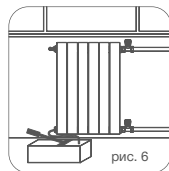

рис. 6
- 8.5. По завершению монтажных работ выполнить испытания систем отопления в соответствии с требованиями СП 73.13330.2016 «Внутренние санитарно-технические системы зданий». Гидростатическое испытание водяных систем и приборов отопления должно проводиться под давлением, в 1,5 раза превышающем рабочее давление (пример рис. 6). По факту проведения испытаний составляется акт ввода системы и приборов в эксплуатацию в установленном форме.